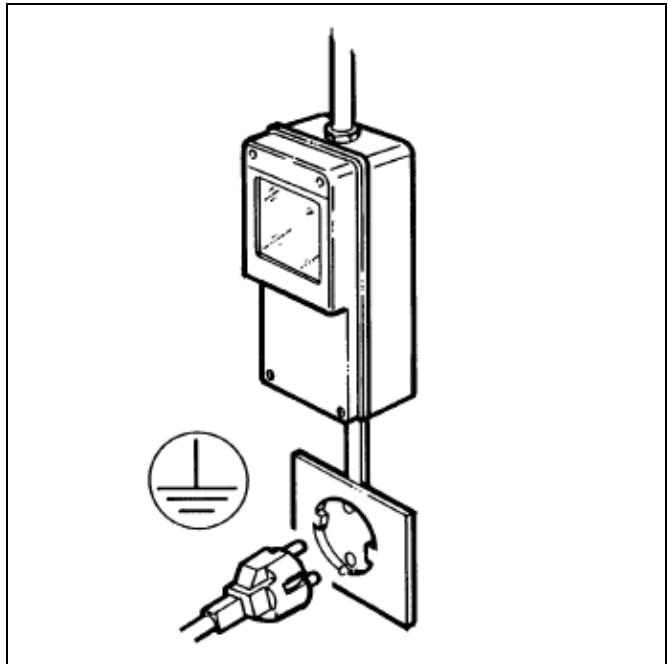

Fig. 28
- Cerciórese de que la conexión se realice a una instalación dotada de una eficaz puesta a tierra, como establecen las normas vigentes de seguridad (fig.28). Por lo tanto el fabricante no puede ser considerado responsable por eventuales daños causados por la falta de puesta a tierra de la instalación.
- Es imprescindible, para un correcto y seguro montaje, que se prepare una específica toma mandada por un interruptor magnetotérmico con distancia de apertura de los contactos igual o por encima de 3mm, de conformidad con las vigentes normas de seguridad (fig.28).